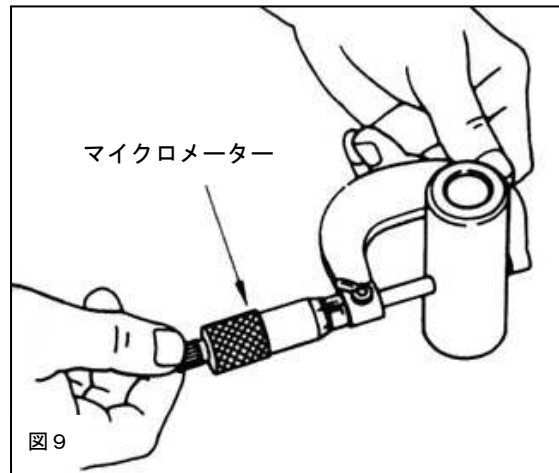

図9
6. 2 ピストンピン外径をマイクロメーターを用いて測定します。(図9)